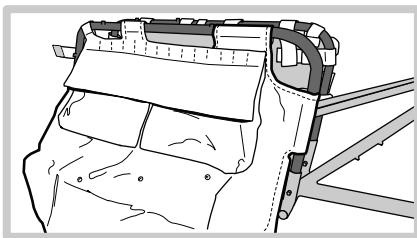

Figura 7
4. Far scorrere i rail nel telaio con la borsa allentata. Non stringere ancora niente (Figura 7).